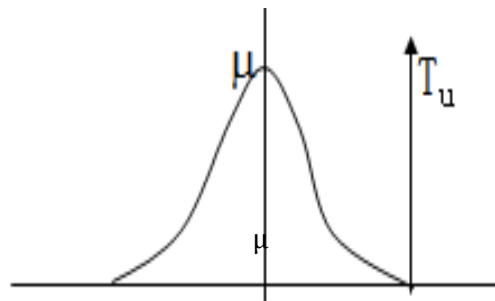

图 5-15 单侧上限图
(4) 单边容差的情况
①单侧上限, 如下图 5-15 所示